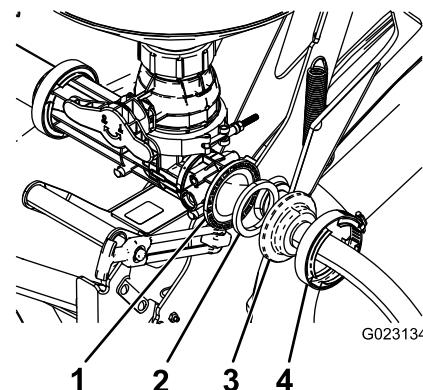

Figura 18
4. Fissate l'estremità del flessibile di alimentazione senza diaframma sull'apertura posteriore situata sulla valvola del nebulizzatore utilizzando una guarnizione e una fascetta stringitubo (Figura 18).